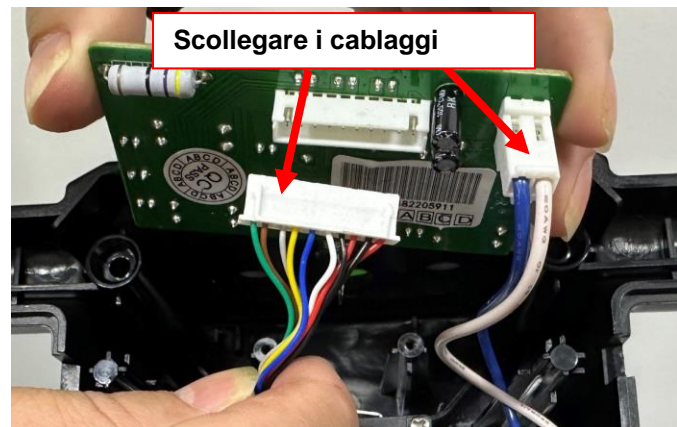

Figura 12
55. Scollegare i cablaggi e i terminali collegati alla plancia (Figura 12).